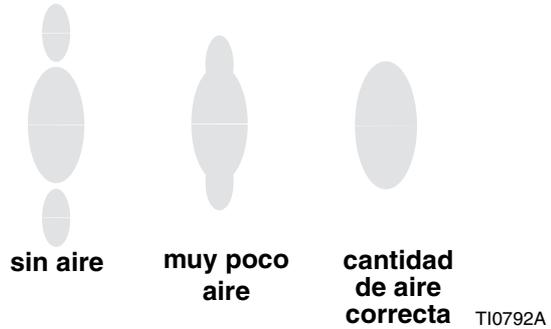

FIG. 5. Problemas del patrón de pulverización
2. Vea la FIG. 5. Ajuste la presión de aire de atomización a 35 kPa (0,35 bar, 5 psi) aproximadamente cuando dispara. Verifique el patrón de pulverización, luego aumente lentamente la presión de aire hasta que las colas estén completamente atomizadas y sean atraídas al centro del patrón de pulverización. No exceda 0,7 MPa (7 bar, 100 psi) de presión de aire a la pistola.